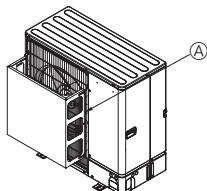
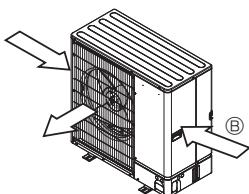

Fig. 2-5
Fig. 2-6
- ② Ugradite opcionalni usmerivač vazduha ako je jedinica montirana na mestu gde veoma jaki tajfunski i sl. vetrovi mogu direktno da uđu u odvod vazduha. (Fig. 2-5)
- ③ Usmerivač odvoda vazduha
- ④ Postavite jedinicu tako da odvod vazduha duva okomit u odnosu na pravac duvanja veta, ako je moguće. (Fig. 2-6)
- ⑤ Pravac veta